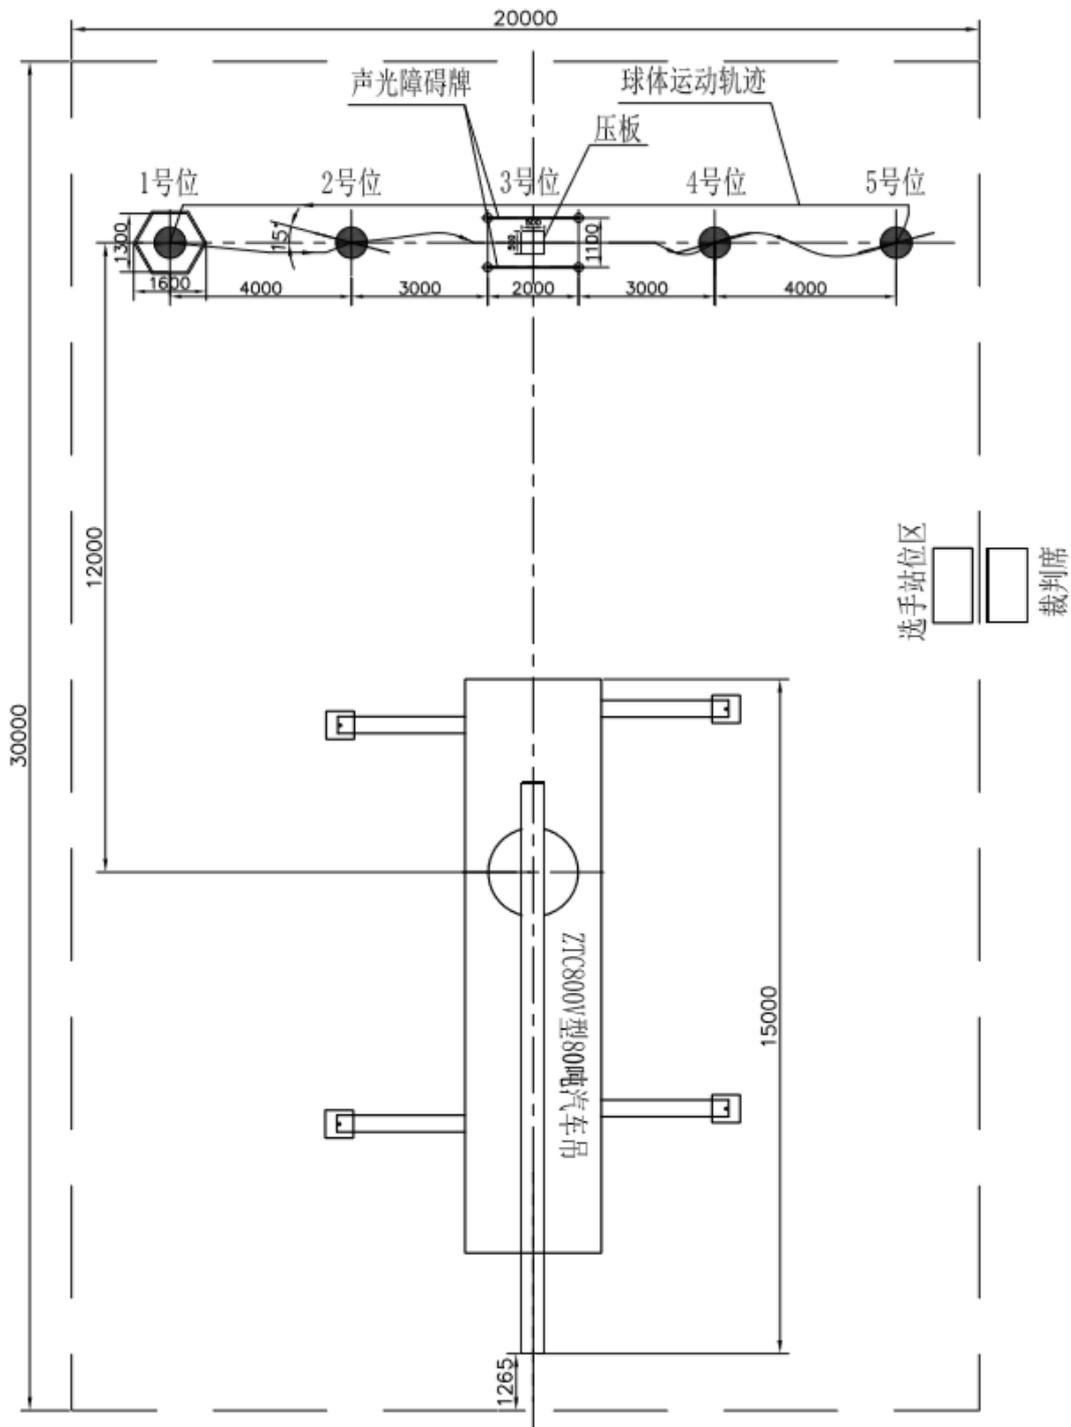
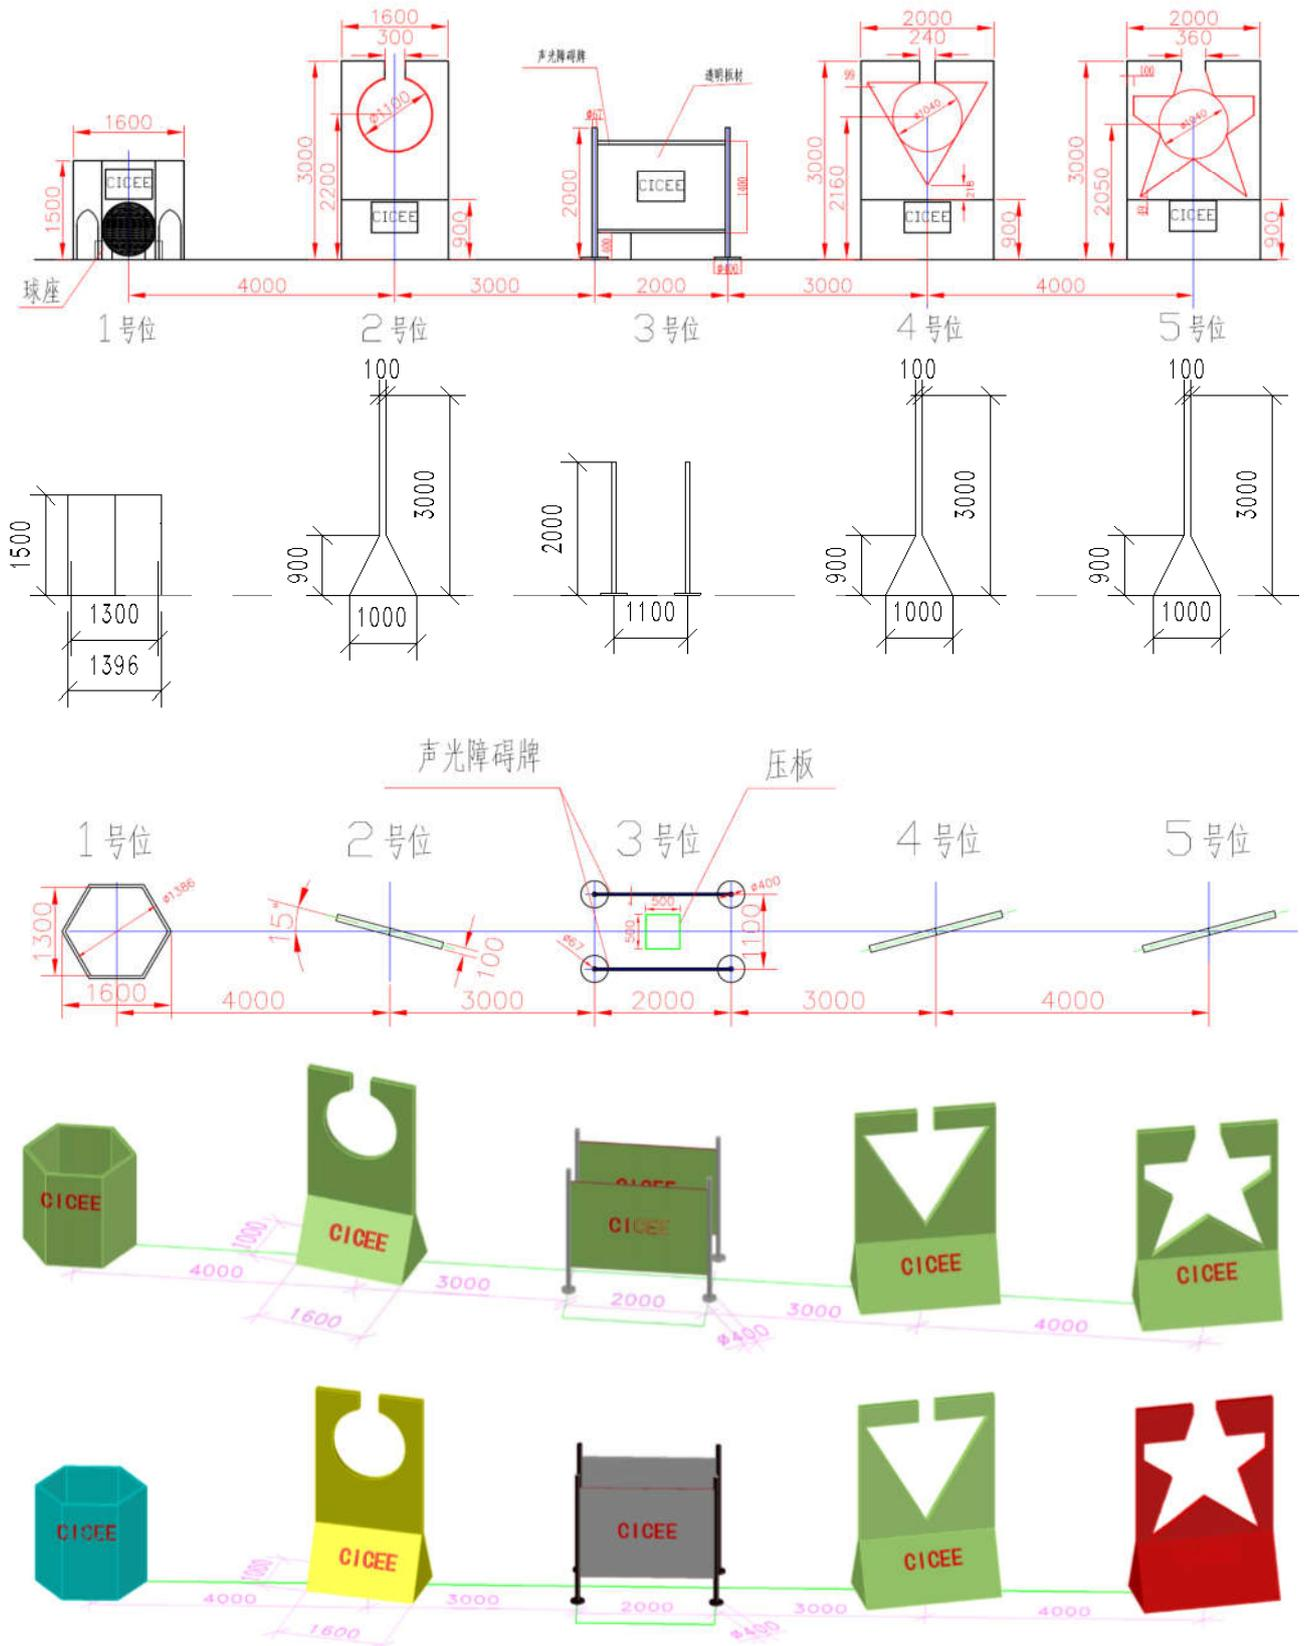

图 1、吊装平面布置示意图
图 2、五种形体结构及布置示意图
(1) 正六边形体、圆形体、声光障碍牌(挡板为透明材质或镂空栏杆样式)、正三角形体、五角星体各一个，见图 1、图 2。